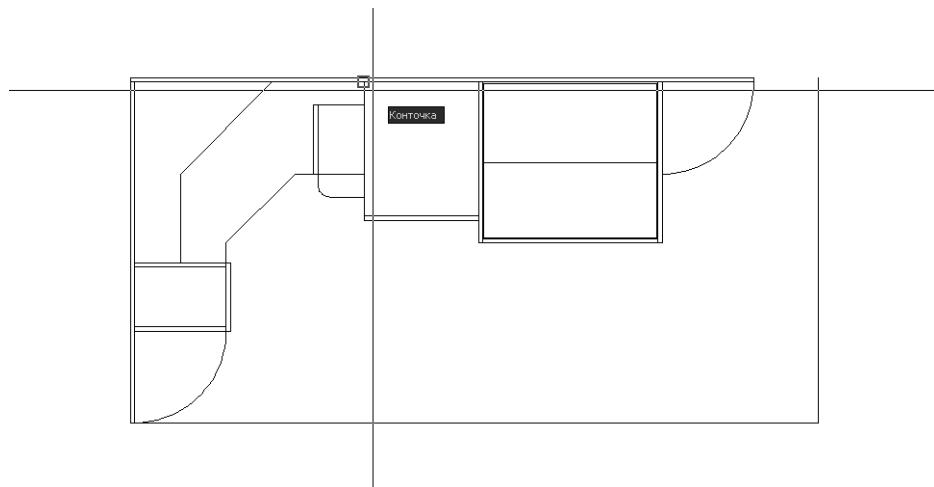

Рис. 4.56 ▼ Выбор первой точки контура боковой стенки большой тумбы с помощью режима привязки **Конточка** (Endpoint)
3. Нажмите **Enter** для повторного запуска команды **Прямоугольник** (RECTANG) и выберите с помощью привязки **Конточка** (Endpoint) точку, которая находится в левом верхнем углу контура большой тумбы (рис. 4.56).